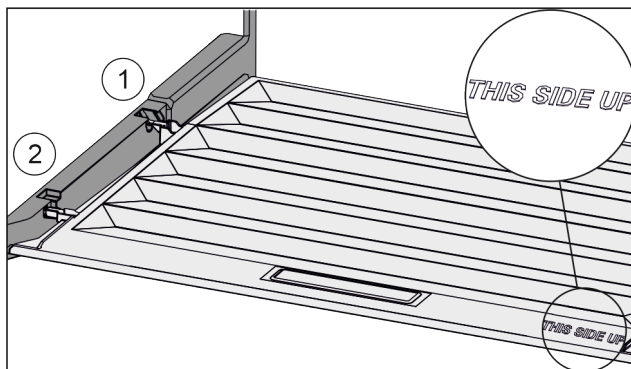

Fig. 27
- Introduceți nervura capacului prin orificiul suportului posterior Fig. 27 (1) și înclinați-l în față în suport Fig. 27 (2).